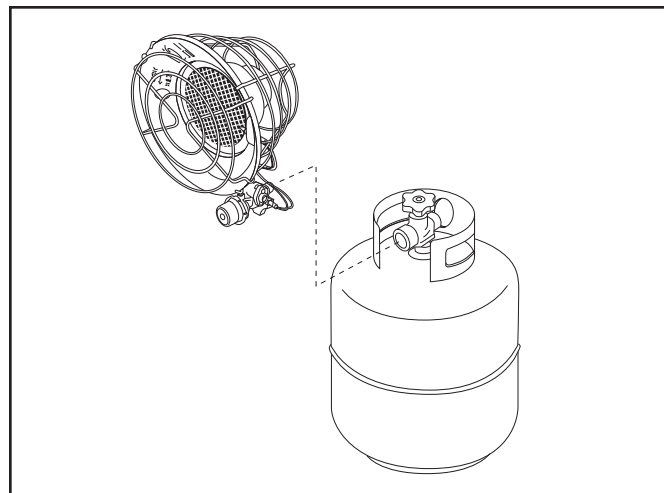

Figura 2a.
- Inserte el conector del regulador en la conexión de salida de la válvula del tanque y gírelo hacia la izquierda (en sentido antihorario) hasta ajustar totalmente. No ajuste en exceso. (Consulte la Figura 2a).